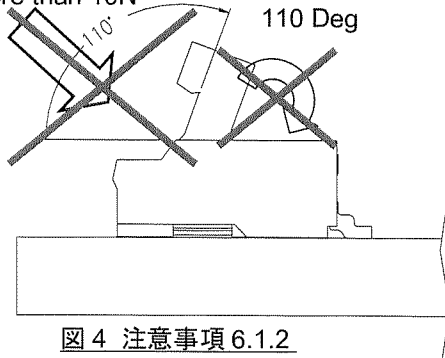

図 4 注意事項 6.1.2
Fig.4 notes 6.1.2
6.1.2 アクチュエータを110度以上回転させる。アクチュエータ全開状態で10N以上の荷重をかける(図4)
6.1.2 The actuator is rotated by 110 degrees or more. The load of 10N or more is applied with the actuator opens completely. (Refer to Figure.4)